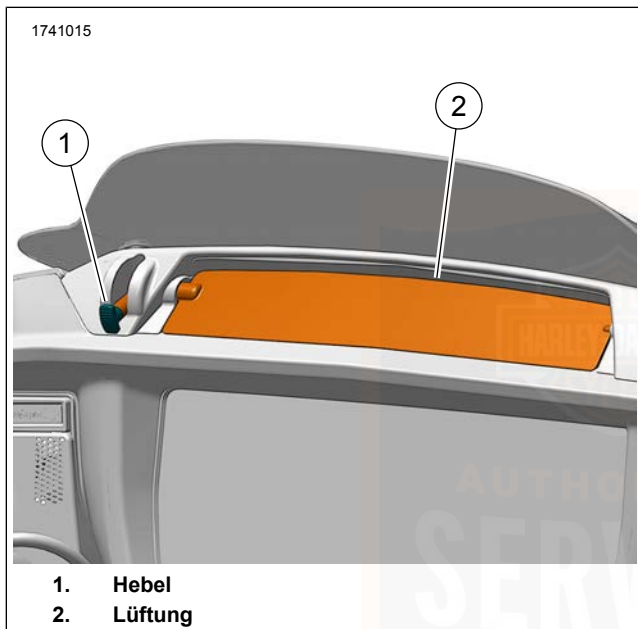

Abbildung 67. Splitstream Verkleidungslüftungsdüse
Siehe Abbildung 67. Eine Lüftungsdüse (2) im oberen Bereich der Instrumententafel versorgt den Fahrer mit einem komfortablen Luftstrom und minimiert Windverwirbelungen.